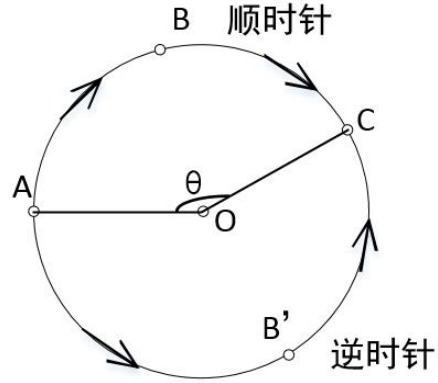

图 8.5 目标角度圆弧插补模式
4) Circle_Mode=3，表示目标角度模式，如图 8.5 所示。